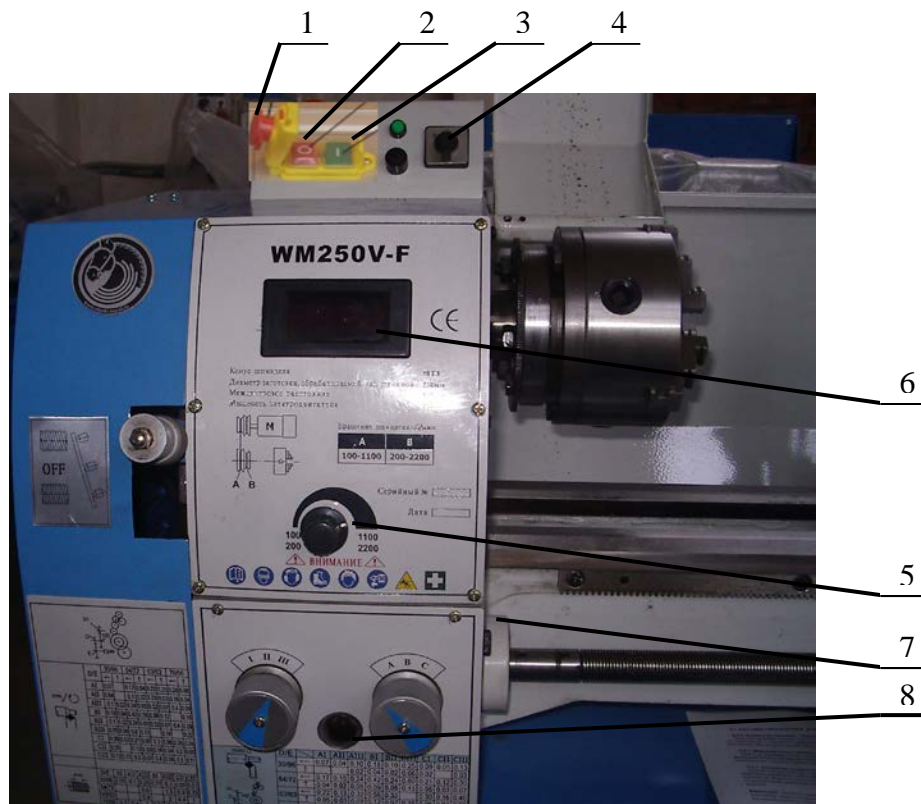

Рисунок 7
Откройте крышку-кнопку 1 (рисунок 7). Включение станка производится кнопкой 2 (рисунок 7), отключение – кнопкой 3 (рисунок 7) или переключателем 4 (рисунок 7) установкой его в положение «0». Станок может быть остановлен в экстренном случае нажатием на крышку-кнопку
Перед включения станка переведите переключатель 4 (рисунок 7) в положение « F» для вращения шпинделя против часовой стрелки (вперед) или - в положение « R» для вращения шпинделя по часовой стрелке (назад). Положение «0» - «выключено», станок не включается.
Поворотом регулятора 5 (рисунок 7) по часовой стрелке происходит увеличения скорости вращения шпинделя, при повороте против часовой стрелки - уменьшение скорости вращения шпинделя. Фактическая скорость вращения шпинделя отображается на дисплее 6 (рисунок 7). Определенный диапазон скоростей зависит от положения приводного ремня на шкивах коробки передач.
8.1 Заполните резервуар коробки подач через заливное отверстие 7 (рисунок 7) жидким маслом до отметки на маслоуказателе 8 (рисунок 7). В процессе работы постоянно проверяйте уровень масла, при необходимости долейте до нужного уровня. После первых 3-х месяцев эксплуатации слейте масло полностью и залейте свежее. Слив масла производится через отверстие (С, рисунок 27). В дальнейшем меняйте масло ежегодно.